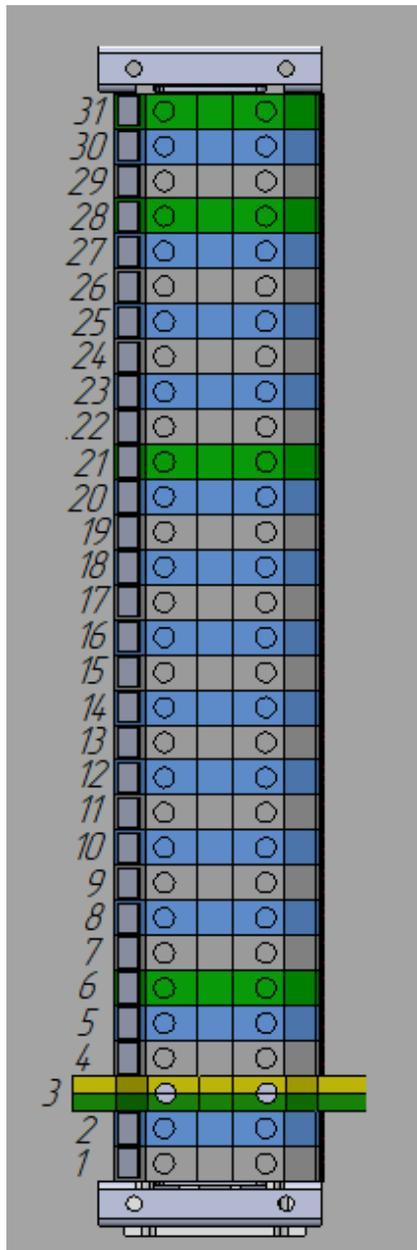

Рис. 18
2.4.1 Перед началом работы котла, следует выполнить подключение исполнительных механизмов, согласно распиновки контактов клеммной колодки (см. рис. 18) панели управления Вашего котла. Подключение можно выполнить самостоятельно, либо обратитесь в сервисную службу завода изготовителя (см. Таблицу 2).